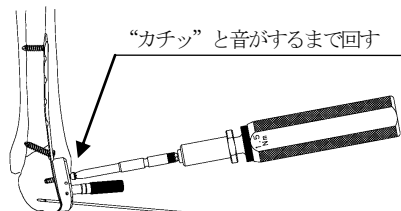

図16
- 3) ヘクスローブ15パワーピンドライバーの後端にトルクリミッター付きハンドル15を接続し、軸芯を傾けないよう選択した長さの3.0 ロッキングスクリュー (T) (中空) を挿入します。(図16)